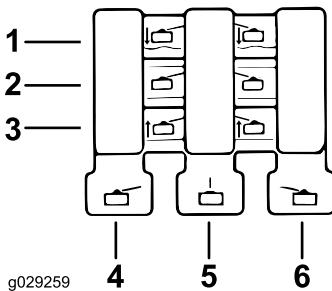

Figure 26
1. Pour abaisser les unités de coupe, actionnez les leviers de commande vers le bas et relâchez-les (Figure 26).